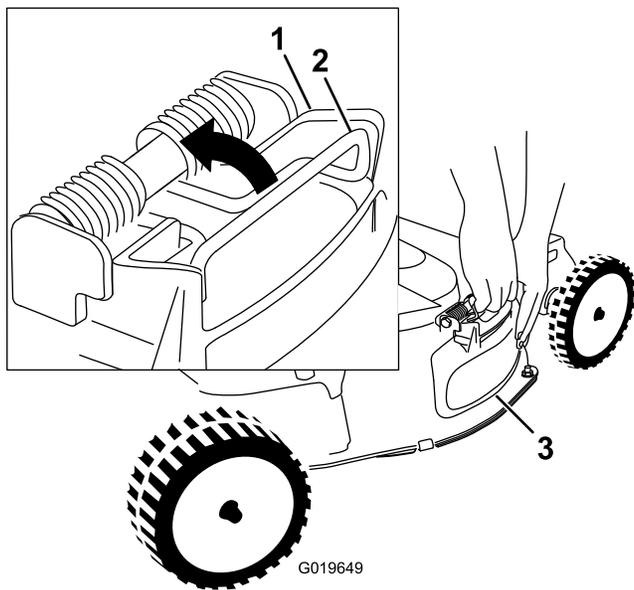

Figure 20
4. Déposez le déflecteur d'éjection latérale en tirant sur le ressort qui le maintient en place (Figure 20).